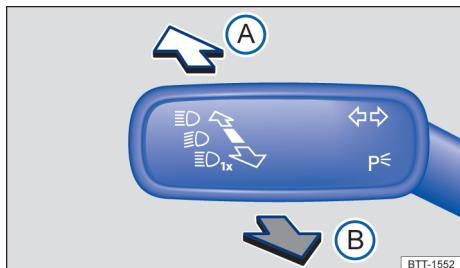

Fig. 86 À esquerda na coluna de direção: alavanca dos indicadores de direção e do farol alto.
- Trazer a alavanca dos indicadores de direção e do farol alto da posição central para a seguinte posição → Fig. 86: